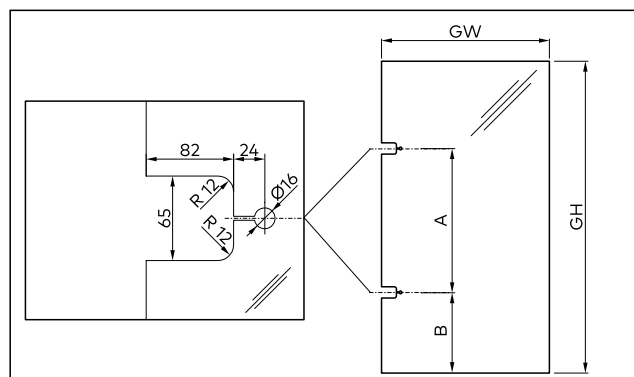

Fig. 10 Muecas para fijación
2. Compruebe las dimensiones del vidrio, consultar (Fig. 10).
1. Marcar verticalmente los huecos para las placas de montaje en el marco de la puerta. Para las dimensiones A y B consultar Fig. 10.